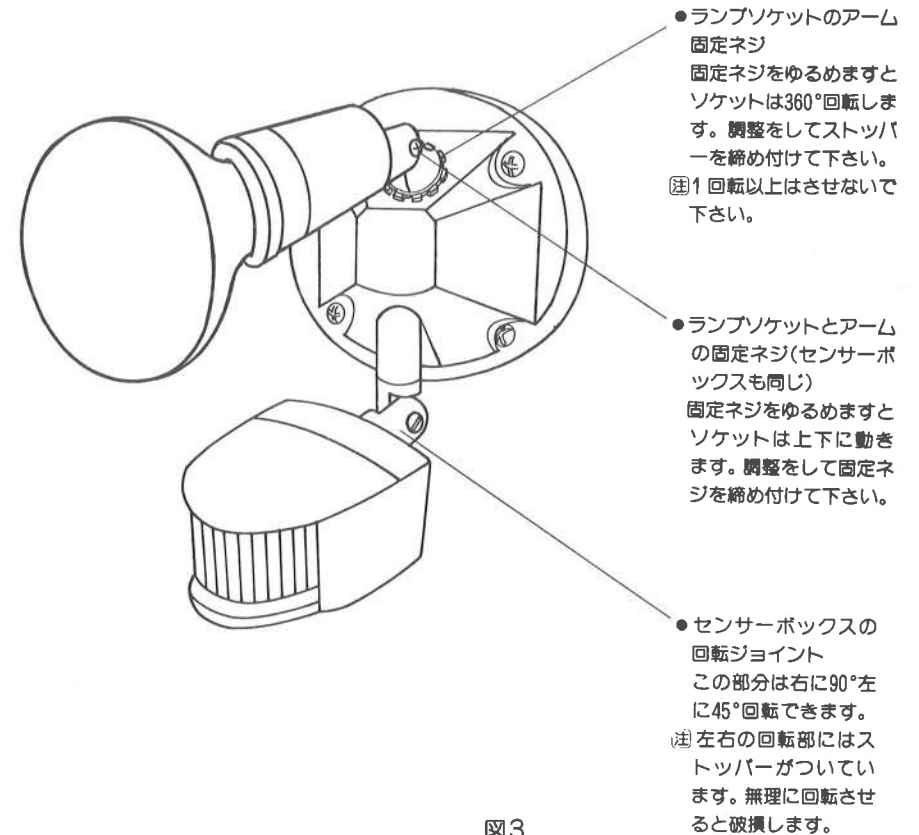

図3
- センサーボックスとランプソケットは取付後、目標に合わせて角度を調整して下さい。(図3参照)